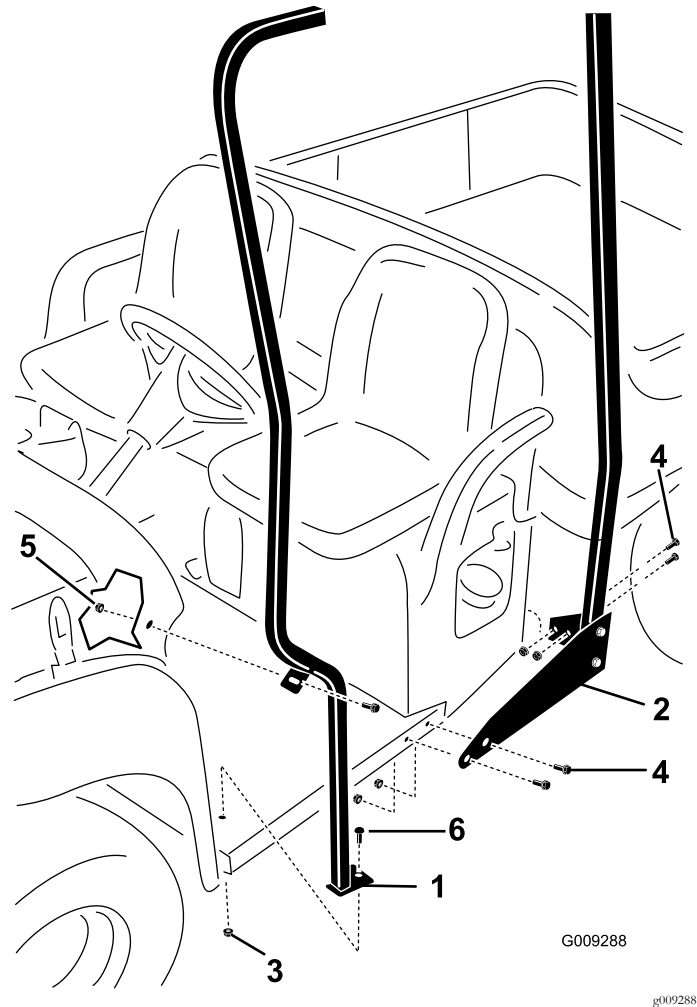

Figura 3
- B. Instale sem apertar os conjuntos de tubo traseiro e suportes na máquina utilizando oito parafusos (5/16 x 1 pol.) e oito porcas flangeadas (5/16 pol.), como se mostra na Figura 3.
2. Instale o tubo de suporte frontal esquerdo na máquina como se mostra na Figura 3.
6. Remova o parafuso e porca traseiros que prendem o painel ao suporte frontal da estrutura no lado esquerdo da máquina (Figura 3).
7. Instale sem apertar os suportes frontais no piso da máquina (Figura 3).